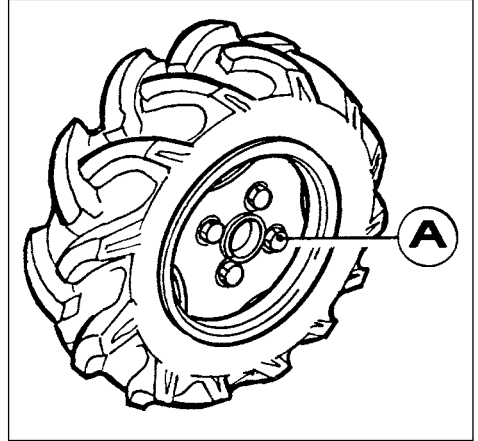

Fig. 17 - Sabit diskli tekerlekler.
1) Sabit diskli tekerlekler (Fig.17)